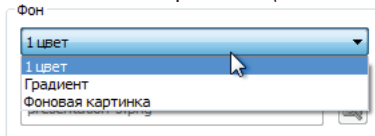

Рис. 1.16. Рабочее пространство с цветовой схемой Презентация
8. Нажмите в диалоговом окне кнопку **Применить**. Для сравнения см. рис. 1.16.